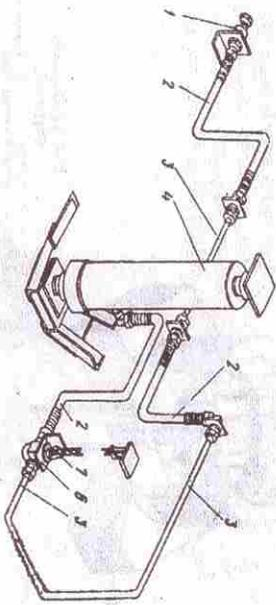
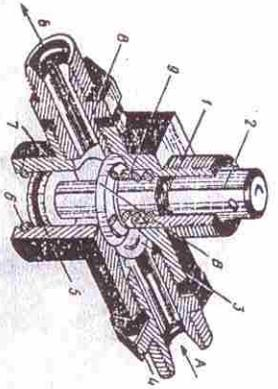

Рис. 17. Схема соединений гидравлическая:
Fig. 20. Crane angle limiting mechanism of the platform.
4.9. Схема соединений гидравлическая (рис.17). Гидросистема опрокидывающего механизма служит для подъема платформы при разгрузке. Состоит из разрывной муфты 1, гибких шлангов 2, гидроцилиндра 4, трубок 3, крана ограничения угла опрокидывания платформы 6, цепи 7.
4.9.3. Кран ограничения угла опрокидывания платформы (рис.20) предназначен для ограничения угла наклона платформы прицепа при разгрузке на сторону.
При достижении угла поддема цепь 7 (см. рис. 17) поднимает поршень 2 в верхнее положение. Буртик «В» (см. рис. 20) освобождает шарик 3, который сдвигается на свое седло и прерывает подачу масла в гидроцилиндр прицепа. Подъем платформы прекращается.
Велитина угла поддема регулируется длиной цепи 7 (см. рис. 17). Для платформы с основными и наделанными бортами при свале груза на боковые стороны на 50° длина цепи должна быть 900 мм.
При опускании платформы, когда рукоятка гидрораспределителя трактора переведена в «плавающее» положение, давление масла перед штодером 4 (см. рис. 20) уменьшается. Масло из гидроцилиндра поступает к штодеру 8, отжимая шарик 3, и идет на слив. При этом поршень 2 под давлением масла и пружины 9 перемещается в крайнее нижнее положение.